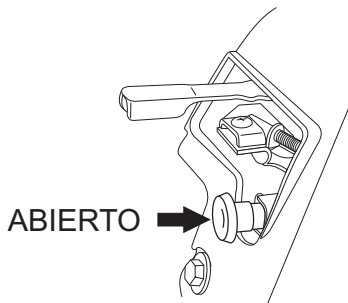

Figura 25. Palanca del ahogador (posición abierto)
3. Si opera la cortadora de losa SP2 en **clima frío**, omita este paso y continúe al paso número 4. Coloque la **palanca del ahogador** (Figura 25) en la posición de **ABIERTO**. Omita el paso número 5.